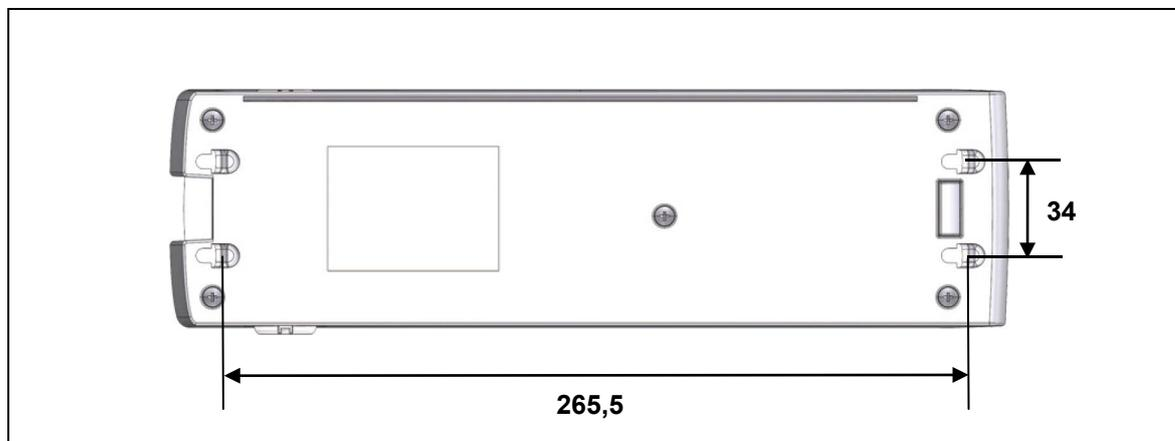
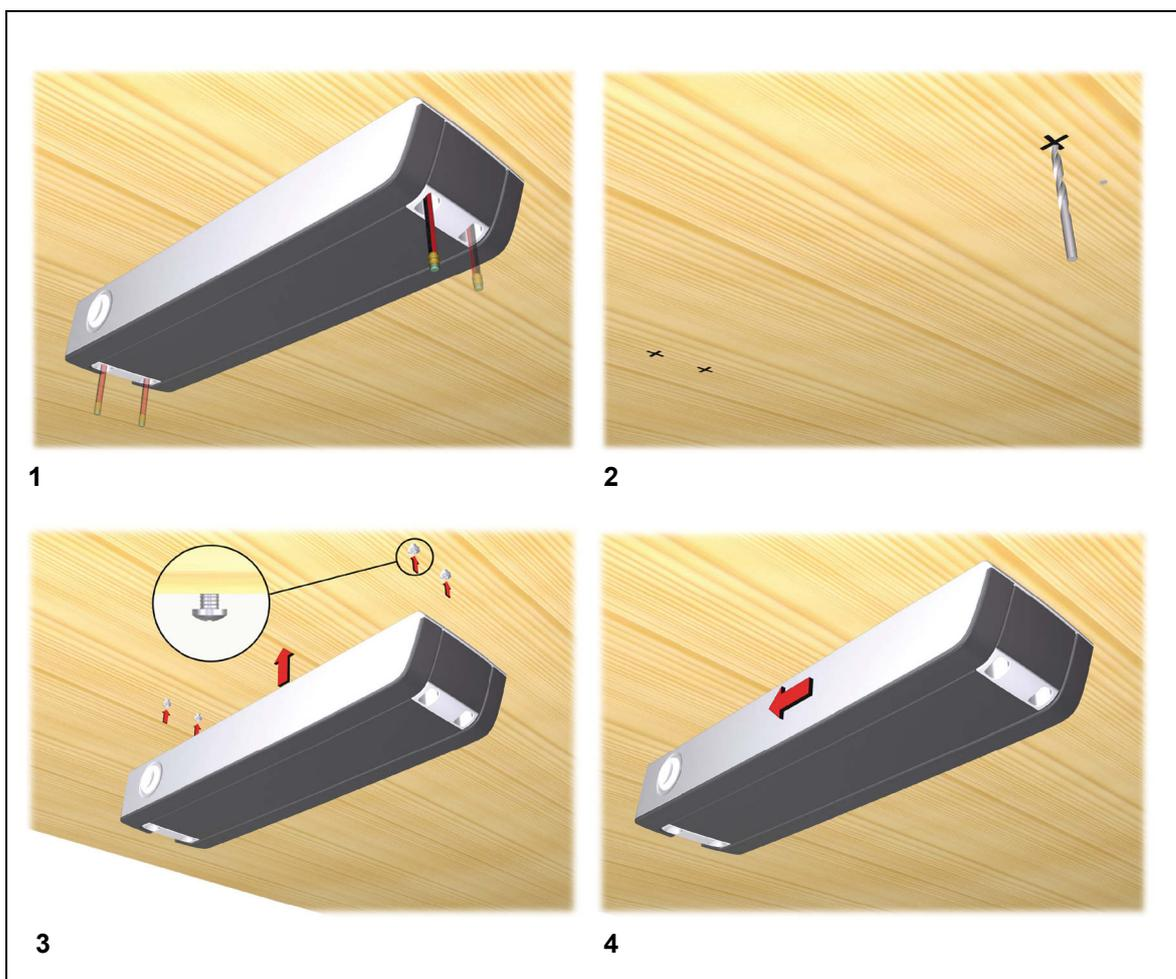

Abbildung 5 Bohrmaße (Beispiel): Befestigungspunkte an der CONTROL UNIT HE-300 (Angaben in mm)
Abbildung 6 Montage der CONTROL UNIT HE-300
- Die in Abbildung 5 angegebenen Bohrmaße sind nur ein Beispiel und erheben keinen Anspruch auf Verbindlichkeit.
Schrauben Sie die Steuerung an die Applikation (wie in Abbildung 6 gezeigt). Benutzen Sie dazu die in Abbildung 5 gezeigten Befestigungslöcher in der der Steuerung. Verwenden Sie Schrauben nach DIN 7981 mit $\varnothing 4,2$ mm und geeigneter Länge (5 mm + Einschraubtiefe in die Applikation, Schraubenkopf: $\varnothing 8,2$ mm).